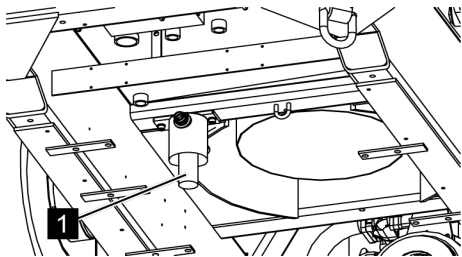

Fig. 168: Cartouche filtrante
7. ➔ Enlever la cartouche filtrante (Voir la Fig. 168/1) et mettre en place une cartouche filtrante neuve.